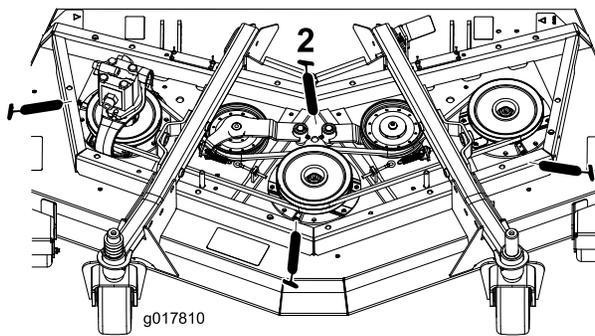

Рисунок 66
- Подшипники валов шпинделей (3 шт.), расположенные под шкивом (Рисунок 66)
- Втулки осей поворота рычагов натяжных роликов (2 шт.) (Рисунок 66)